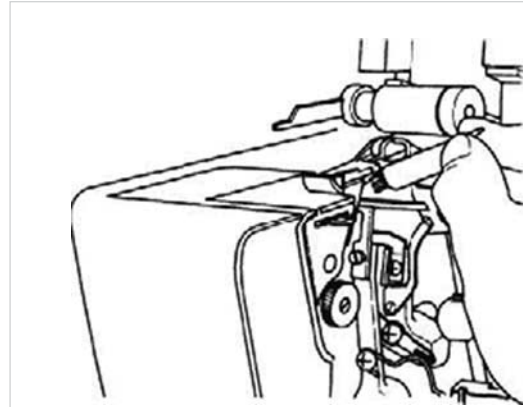

Abb. 108
- Entfernen Sie regelmäßig Staub und Flusen aus dem Greifer- und Messerbereich. Sie können dafür den mitgelieferten Pinsel benutzen (Abb. 108).